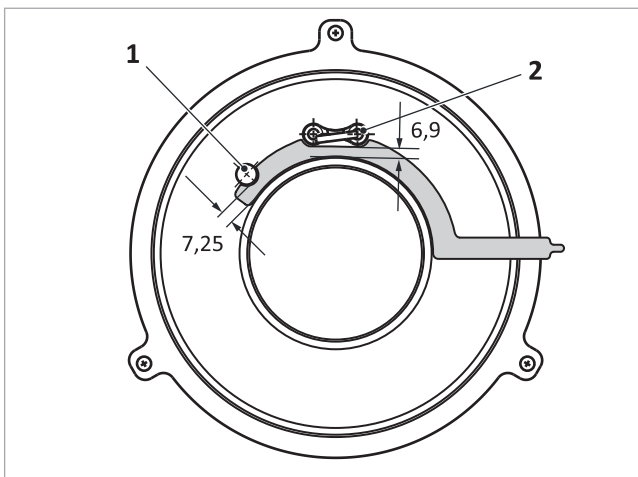

Fig. 135: Distanze degli elettrodi di accensione e di ionizzazione dal vello del bruciatore
- elettrodo di ionizzazione → fig. 135 (1): 7,25 mm
- elettrodo di accensione → fig. 135 (2): 6,9 mm